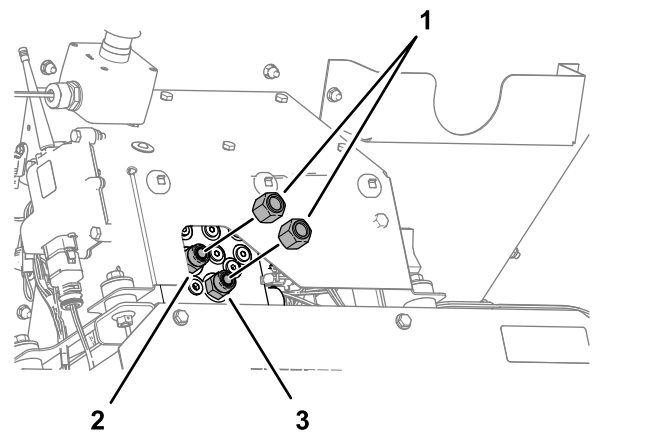

図 20
1. 油圧マニホルドのポート T とポート P のユニオンフィッティングについているキャップを外す 図 20。